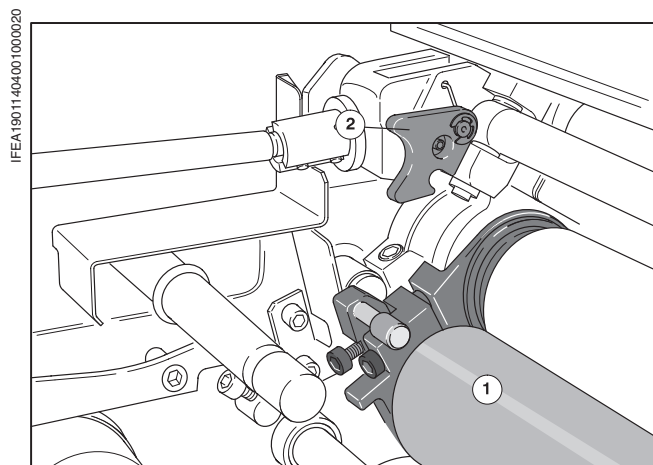

Рис. 18 Закатывание краской аппарата увлажнения
- ① Для закатывания краски подведите увлажняющий валик (Рис. 18/①) к красочному раскатному валику (положение смывки, Рис. 18).
- ② Закатайте равномерно краской аппарат увлажнения.
- ③ Отведите опять вверх увлажняющий валик (Рис. 18/①) и дайте ему защелкнуться на рычагах (Рис. 18/②).
- ④ Запустите машину и остановите, подождите несколько секунд; продвигайте машину в толчковом режиме до тех пор, пока не будут видны полосы краски.